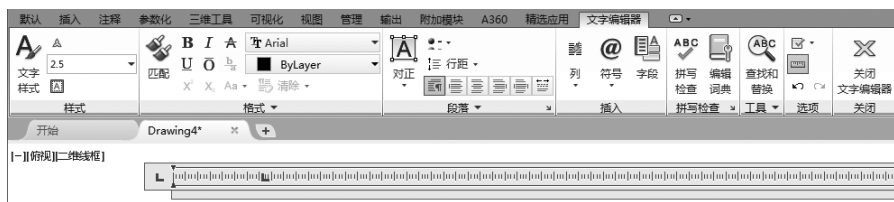

图 8-13 “文字编辑器”选项卡
(1) 指定对角点：直接在屏幕上选取一个点作为矩形框的第二个角点，AutoCAD 以这两个点为对角点形成一个矩形区域，其宽度作为将来要标注的多行文本的宽度，而且第一个点作为第一行文本顶线的起点。响应后，AutoCAD 打开如图 8-13 所示的“文字编辑器”选项卡和多行文字编辑器，可利用此编辑器输入多行文本并对其格式进行设置。关于该对话框中各项的含义及编辑器功能，稍后再详细介绍。
(2) 对正 (J)：确定所标注文本的对齐方式。选择此选项后，AutoCAD 提示如下：
在创建多行文本时，只要给定了文本行的起始点和宽度，AutoCAD 就会打开如图 8-13 所示的“文字编辑器”选项卡和多行文字编辑器。该编辑器包含一个“文字格式”对话框和一个右键快捷菜单。用户可以在编辑器中输入和编辑多行文本，包括设置字高、文本样式以及倾斜角度等。
(7) 栏 (C)：根据栏宽、栏间距宽度和栏高组成矩形框，打开如图 8-13 所示的“文字编辑器”选项卡和多行文字编辑器。